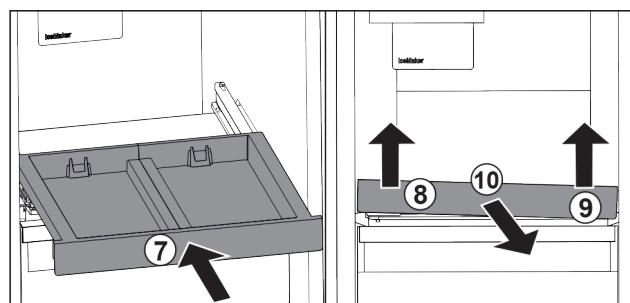

Fig. 125
- ▶ Zasuňte vyťahovaciu poličku. Fig. 125 (7)
- ▶ Nadvihnite vyťahovaciu poličku vpred uľavo. Fig. 125 (8)
- ▶ Nadvihnite vyťahovaciu poličku vpred uľavo. Fig. 125 (9)
- ▶ Odoberte vyťahovaciu poličku dopredu. Fig. 125 (10)